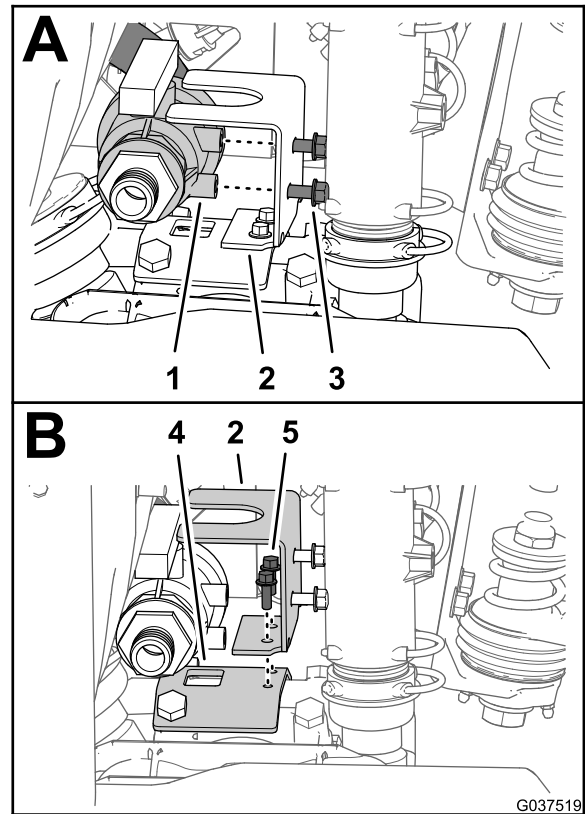

図 34
1. 液剤散布ポンプの上部で、攪拌スロットルバルブをスロットルバルブブラケットに固定しているフランジヘッドボルト 5/16 x 3/4 インチ 2 本を取り外す 図 34。
2. スロットルバルブブラケットをポンプブラケットに固定しているフランジヘッドボルト 1/4 x 3/4 インチ 2 本を取り外して、ブラケットを外す 図 34。